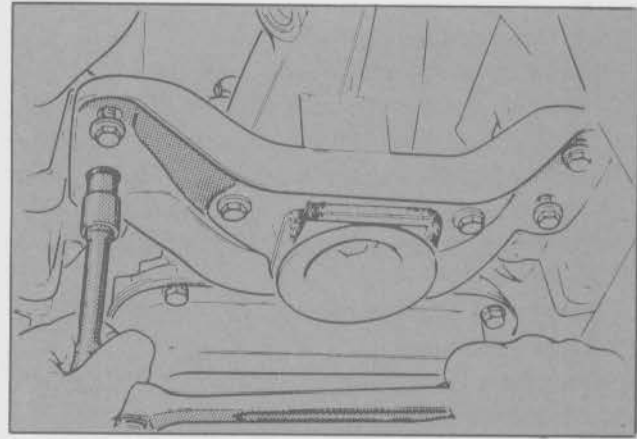

Fig. 119 - Montaje del soporte de la transmisión
- Retirar el tornillo central del soporte central del árbol de transmisión y los tornillos restantes de sujeción del soporte al piso (Fig. 119).
- Instalar el soporte de la transmisión colocando primero los cuatro tornillos de sujeción al bastidor y luego el tornillo central. Ajustar cada uno al torque especificado (Fig. 119).